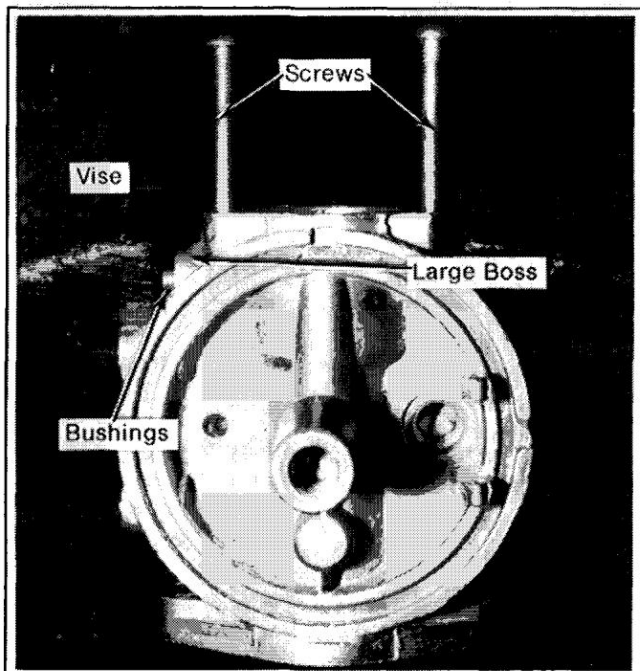

Figure 6-10. Installation des bagues d'arbre de starter.
1. Installez les vis dans les trous taraudés qui pénètrent dans les alésages de l'arbre du starter jusqu'à ce que les vis fondent légèrement. Reportez-vous à la Figure 6-10.